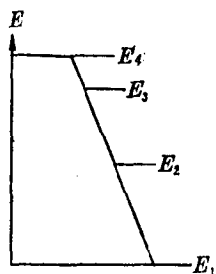

图 4 电子的能级
(1) 电子在原子内不能任意“乱跑”，它们的能量也不能有任意的值。这就是说，电子的运动是受到限制的，它只能处在某些特定的状态，对应的有特定的能量。如果把电子的能量  $E$  按大小从下往上排列，就形成一个能量的“阶梯” $E_1$ 、 $E_2$ 、 $E_3$ ……，如图 4 所示，称为能级。电子可以处在任一能级上，但决不会出现在二个能级之间，因此它必须具有某一确定的能量  $E$ 。